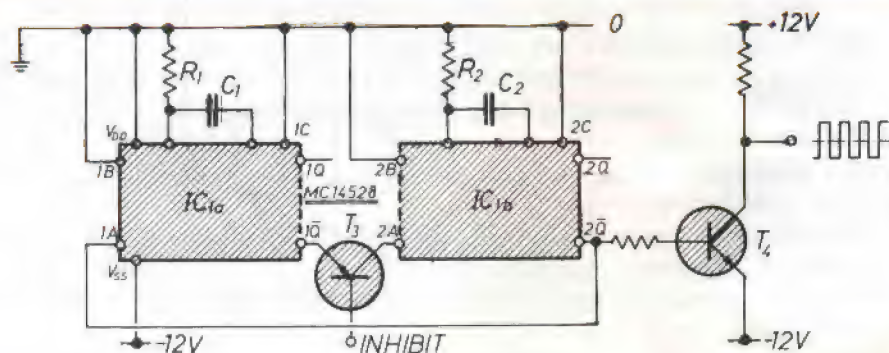

figura 1
illustrato a figura 1. Il fronte di salita dell'impulso applicato all'ingresso A del primo monostabile lo triggera per cui il suo \bar{Q} va basso e tale rimane per il tempo T_1 (sec.) = $0.5 R_1 C_1$, essendo R_1 (Ω) la resistenza e C_1 (F) la capacità del condensatore C_1 di temporizzazione.